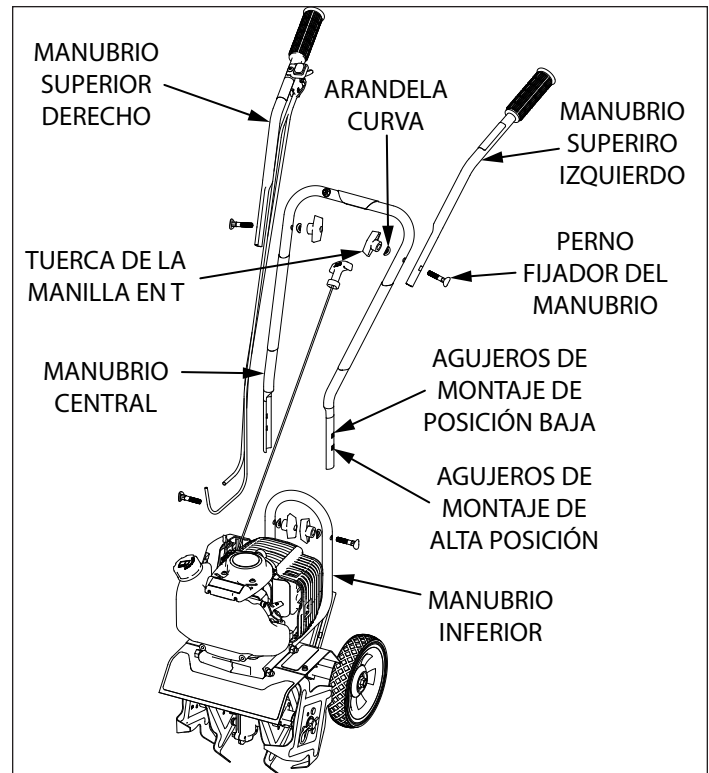

FIGURA 1
2. Con las dos tuercas de la manilla en T, los dos pernos fijadores del manubrio y las dos arandelas curvas, una el manubrio central con el manubrio inferior que ya está conectado al conjunto del cultivador (**CONSULTE LA FIGURA 1**). Asegúrese que el cordón de tiro esté en el centro de la barra central del manubrio cuando realice la unión. El manubrio central se puede instalar en una de dos posiciones, alta o baja. **NO** apriete en exceso las tuercas de la manilla en T.
3. Una el manubrio superior derecho e izquierdo al manubrio central con las dos tuercas restantes de la manilla en T, los pernos fijadores del manubrio y las arandelas curvas (**CONSULTE LA FIGURA 1**). **NO** apriete en exceso las tuercas de la manilla en T.